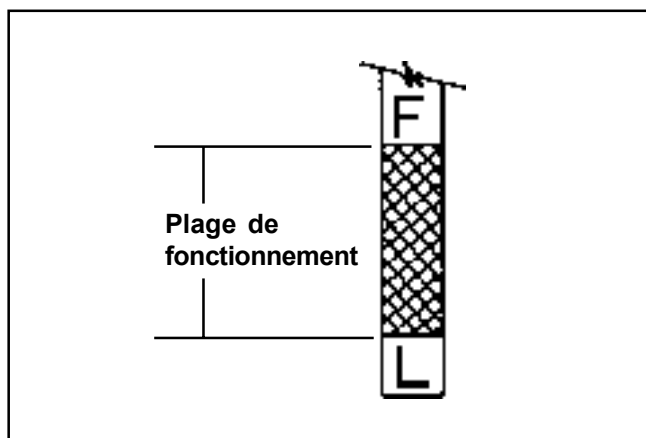

Figure 6-5. Jauge de niveau d'huile.
4. Retirer la jauge et contrôler le niveau d'huile. Le niveau d'huile doit être au niveau de la marque « F » de la jauge sans la dépasser. Voir la Figure 6-5.